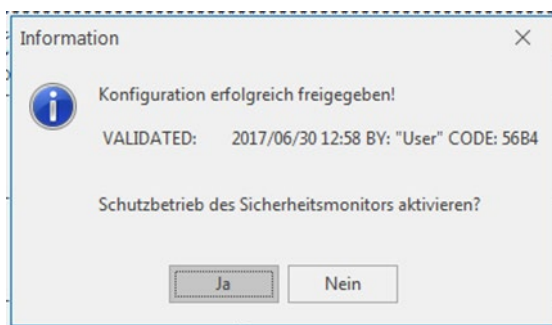

Abbildung 23.
- Bestätigen Sie hierfür die Meldung, wie in Abbildung 23. dargestellt, mit „Ja“.